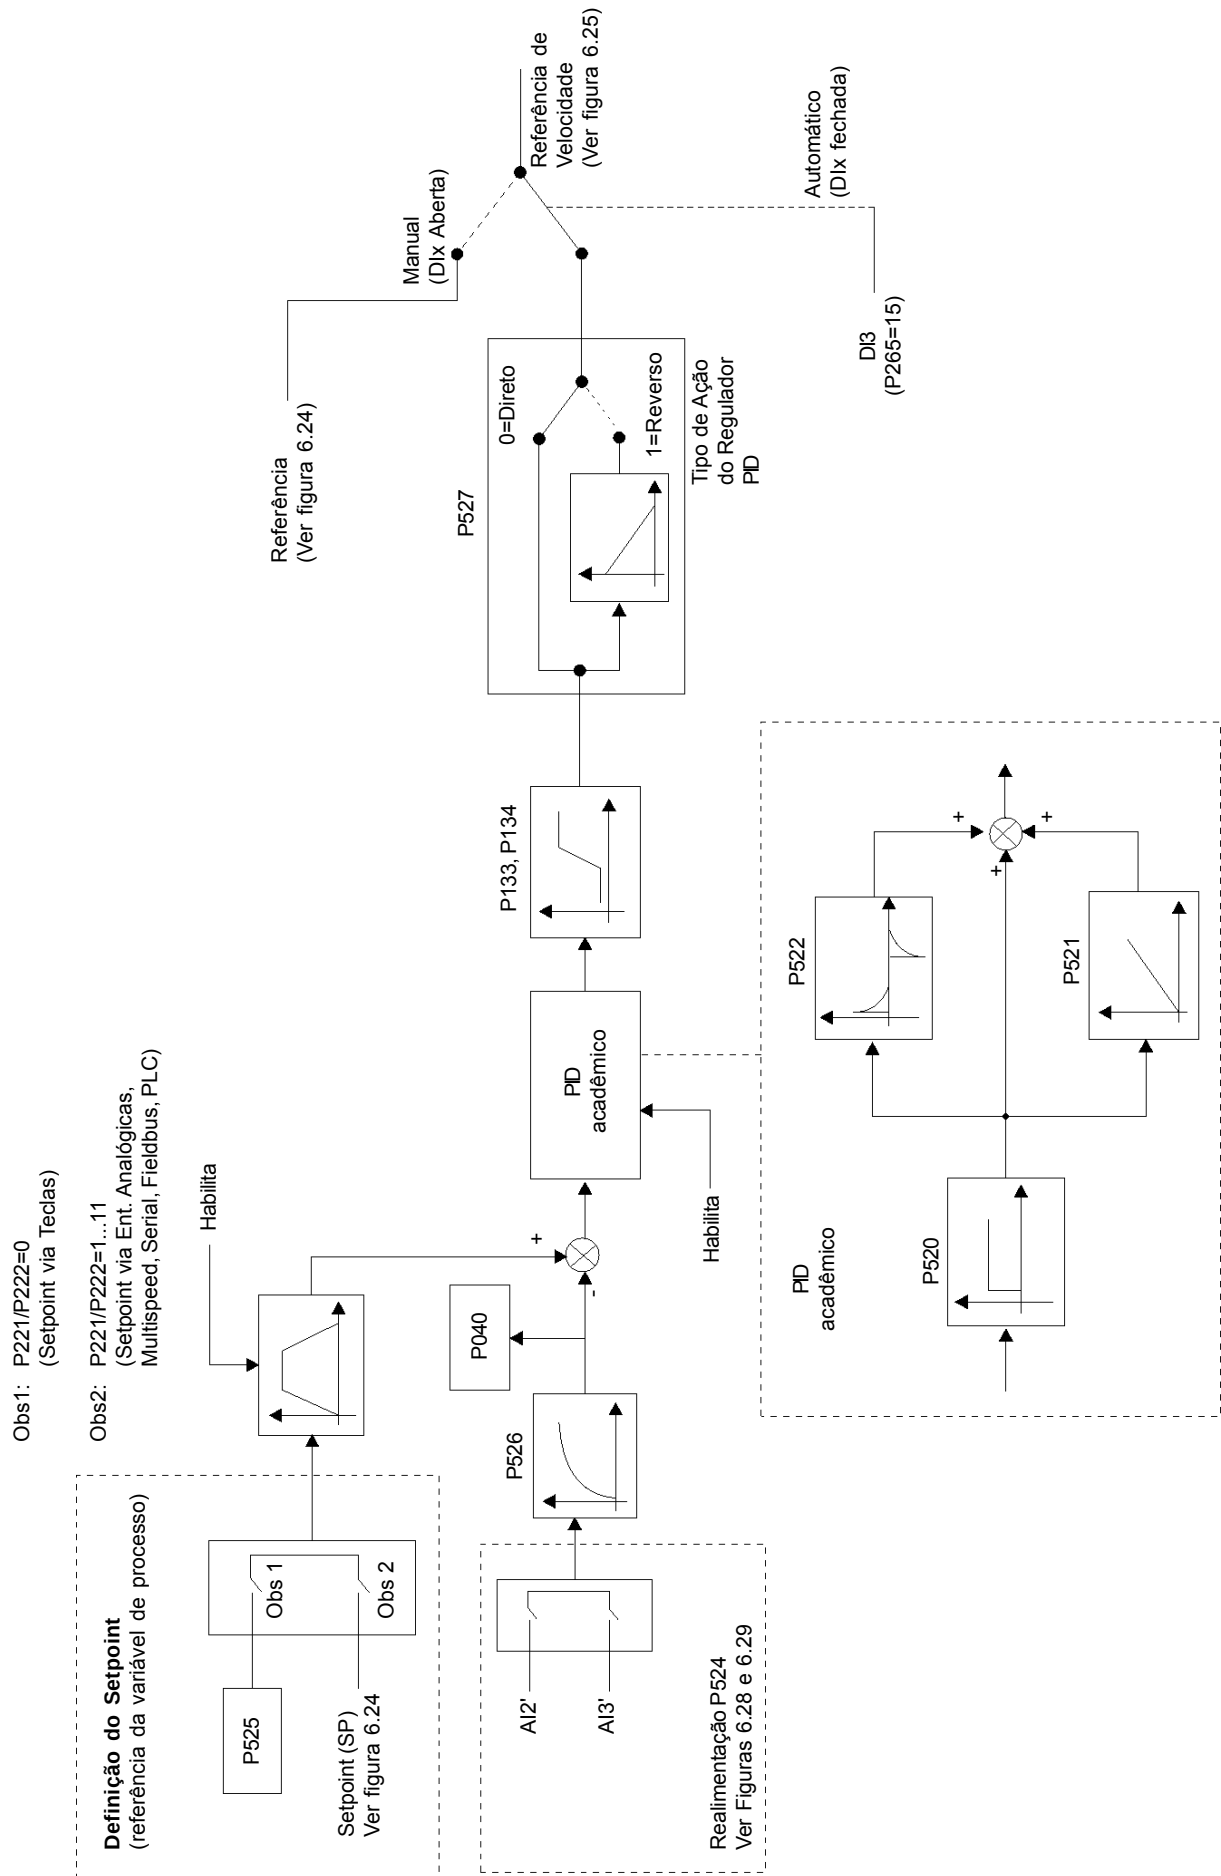

Figura 6.41 - Blocodiagrama da função Regulador PID Acadêmico
- ☑ A figura 6.41 apresenta o bloco de diagrama do regulador PID Acadêmico.